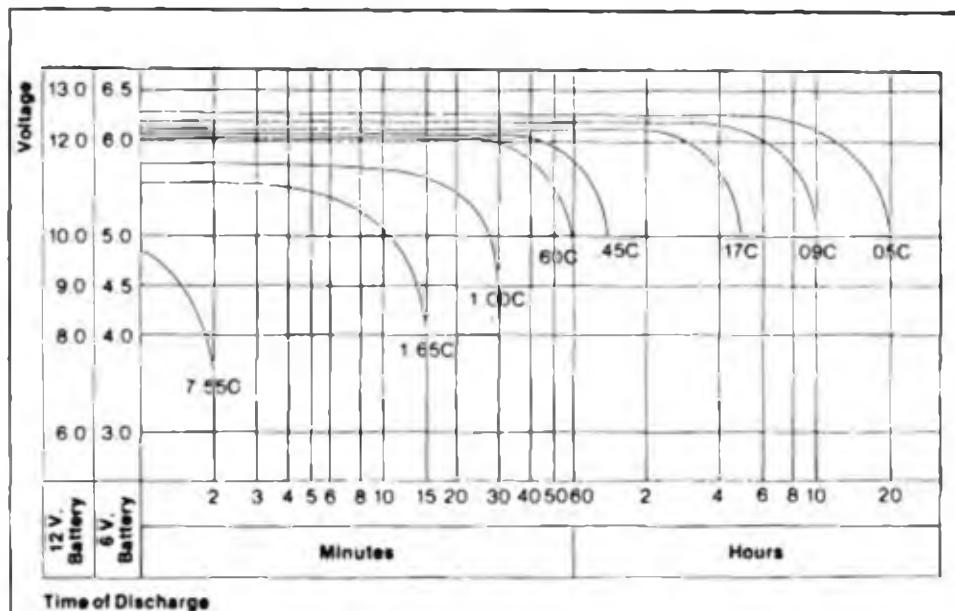

Fig. 2 - Effetto della corrente di scarica in funzione della capacità.
Quando si prevedono temperature al di fuori di 20 °C e carichi per tempi diversi da 20 ore (C), bisogna utilizzare la combinazione delle figure 2 e 3.